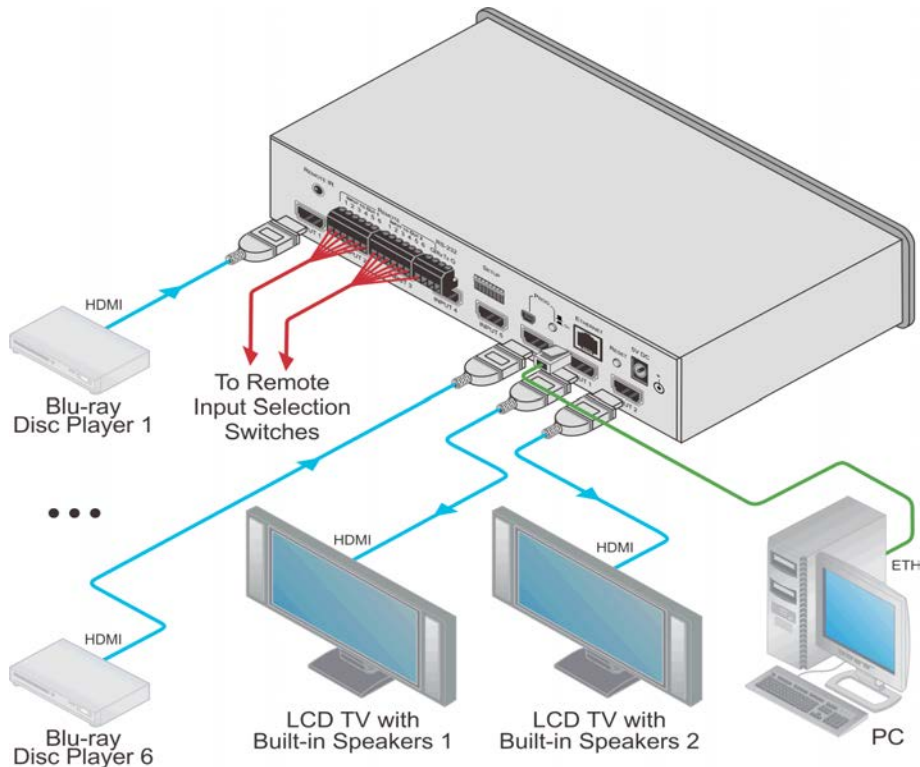

図3 VS-62H 6x2 HDMIマトリックススイッチャーの接続
VS-62H 6x2 HDMIマトリックススイッチャーを、図3の例の様に接続します。
- 4) ACアダプタを本機に接続し、ACアダプタを主電源に接続します（図3には示されていません）。
- 3) 本機への接続に使用するネットワークアダプタをハイライト表示し、この接続の設定の変更をクリックします。図3に示すように、選択したネットワークアダプタの[ローカルエリア接続のプロパティ]ウィンドウが表示されます。